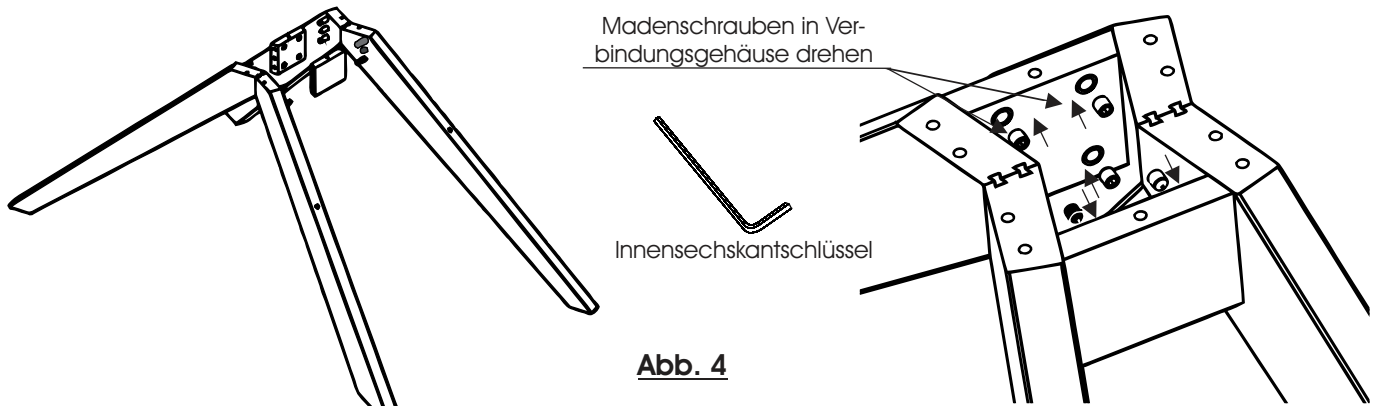

Abb. 4
5. Drehen Sie mit einem Innensechskant-schlüssel in jedem Verbindungsgehäuse der Zargen eine Madenschrauben ein. Hierdurch werden die Gestelle und Zargen zusammengezogen. (Abb. 4)